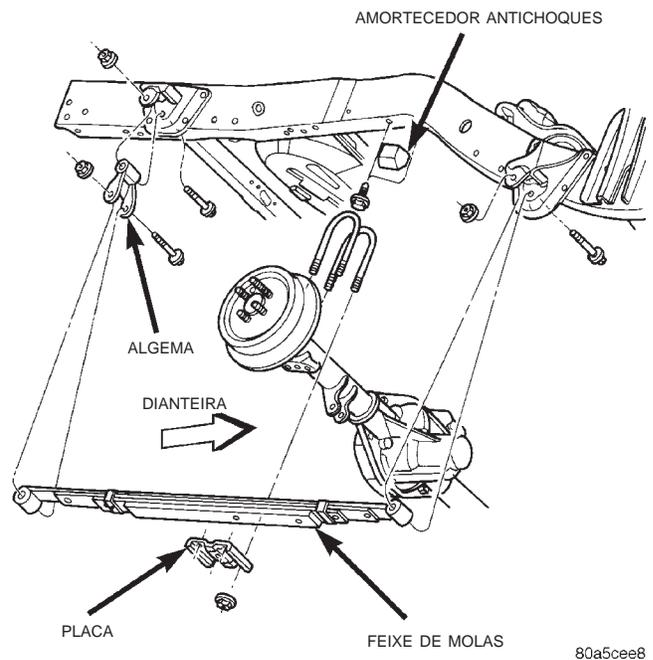
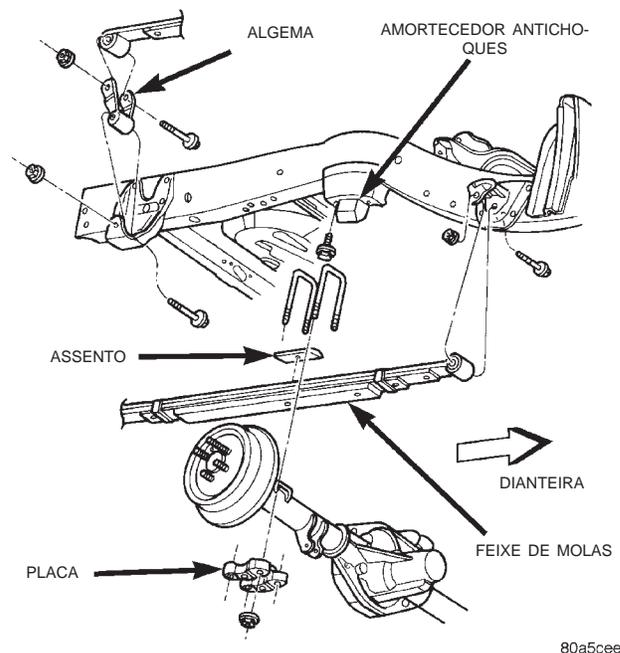

Fig. 3 Feixe de Molas -4x2
Fig. 4 Feixe de Molas -4x4
(1) Levante o veículo no chassi.
(2) Utilize um macaco hidráulico para aliviar o peso do eixo.
(3) Remova os conjuntos de roda e pneu.
(4) Remova as porcas, os parafusos em U e a placa da mola do eixo (Fig. 3) e (Fig. 4).
(5) Remova a porca e o parafuso do olhal dianteiro da mola.
(6) Remova a porca e o parafuso que fixam a algaema da mola ao suporte traseiro do chassi.
- (7) Remova a mola do veículo
(8) Remova a algaema da mola.